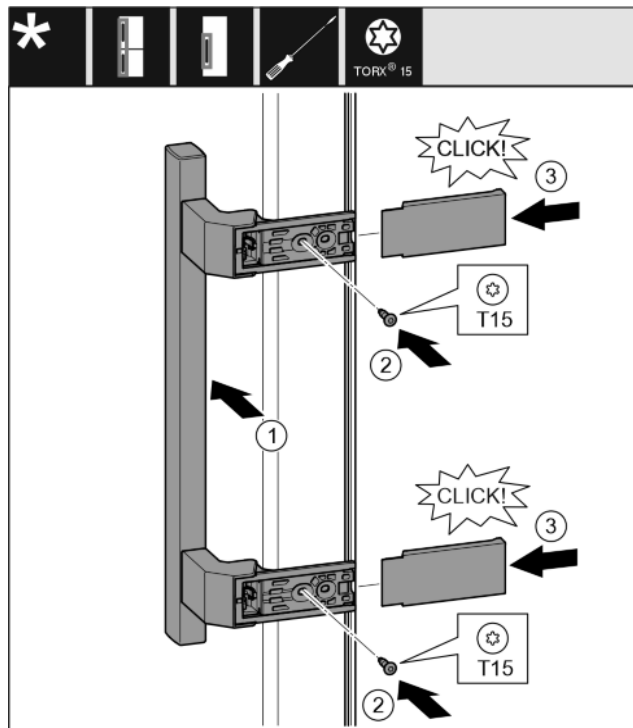

Fig. 31
- ▶ Colocar el tirador en el otro lado. Fig. 31 (1)
- ▶ Apretar los tornillos con el destornillador T15. Fig. 31 (2)
- ▶ Colocar y desplazar lateralmente las cubiertas. Fig. 31 (3)